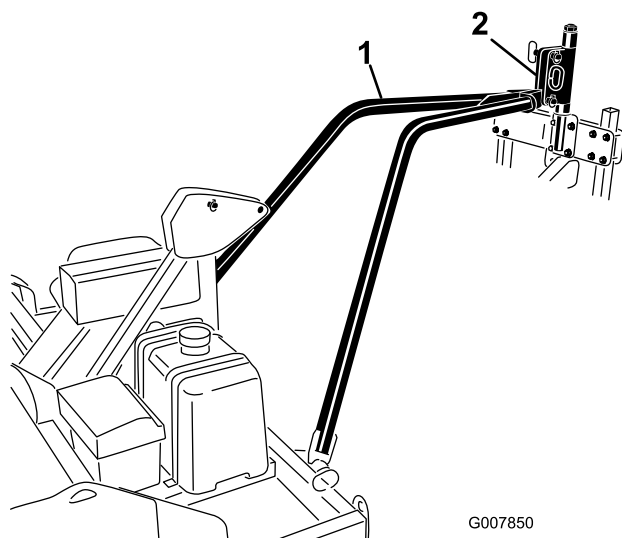

図 13
4. 積荷固定ロープなどで固定していた牽引アーム・ヒッチ・プレートを解き、エアレータのヒッチ・ピボットにセットする（図 13）。